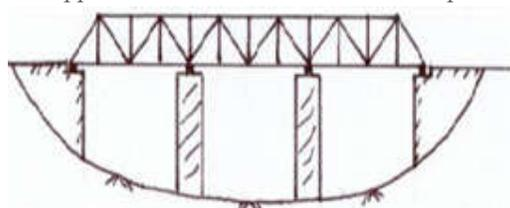

Fig.8 Pont continu de 3 travées
3. **Pont basculant** : Le tablier peut pivoter autour d'un axe horizontal (fig. 8).
4.5.2 Pont hyperstatique : les travées sont solidaires, le tablier travaille comme une poutre continue. Dans la figure 8 le pont est continu, il est constitué de 3 travées dont le schéma statique montre l'existence d'un moment fléchissant négatif au niveau des appuis intermédiaires.